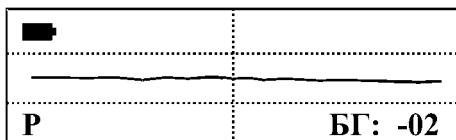

Рис. 13
5. при успешной балансировке, прибор проигрывает мелодию и перейдет в режим ручной балансировки по грунту (Рис. 13):